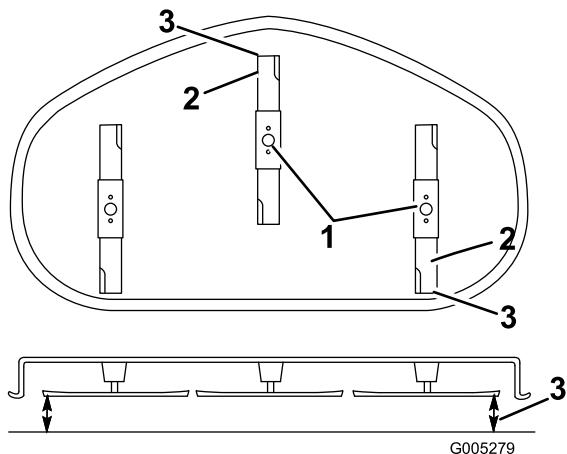

Figura 45
- Ponga la altura de corte en **D** (76 mm) y gire con cuidado las cuchillas hasta que estén alineadas hacia adelante y hacia atrás (Figura 45).
- Mida entre la punta de la cuchilla delantera y la superficie plana y entre la punta de la cuchilla trasera y la superficie plana (Figura 45). Si la punta de la cuchilla delantera no está entre 1,6 y 7,9 mm más baja que la punta de la cuchilla trasera, ajuste la contratuerca delantera.
- Compruebe la inclinación longitudinal de nuevo después del ajuste. Siga ajustando la tuerca hasta que la punta de la cuchilla más avanzada esté entre 1,6–7,9 mm más baja que la punta de la cuchilla más atrasada (Figura 45).